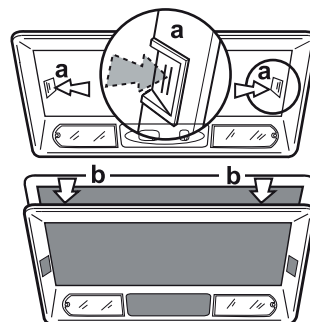

Рис. 2
2. Снимите жироулавливающий фильтр (Рис. 1) и рамку жироулавливающего фильтра (Рис. 2 - шаги a-b).